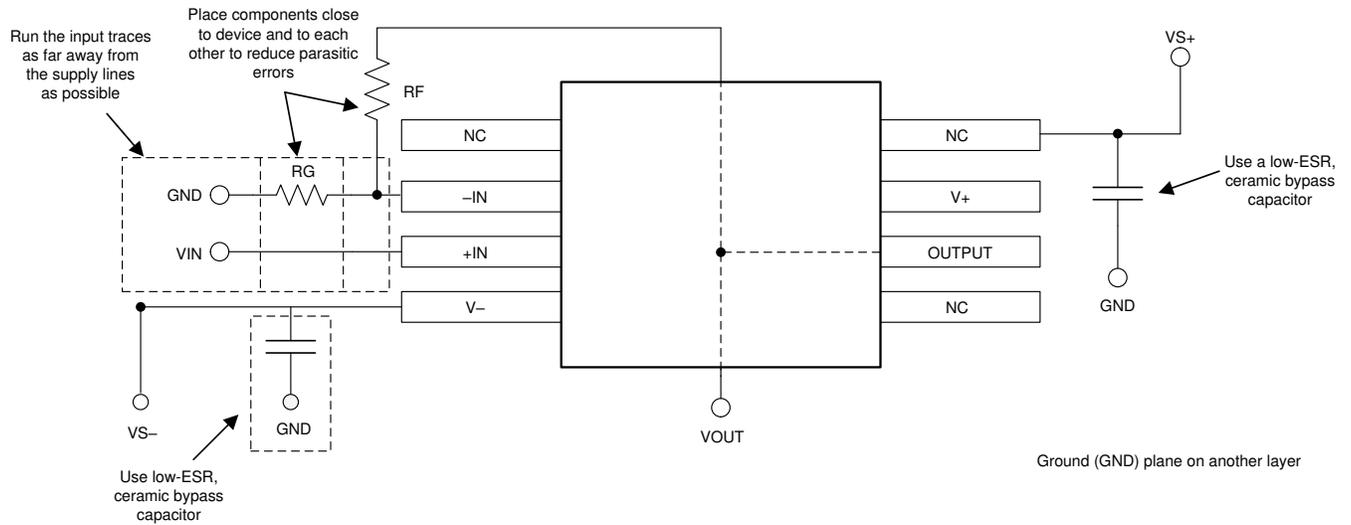

图 10-2. 同相配置的运算放大器电路板布局
- 外部元件应尽量靠近器件放置。如图 10-2 所示，保持 RF 和 RG 接近反相输入可以最大限度地减少寄生电容。